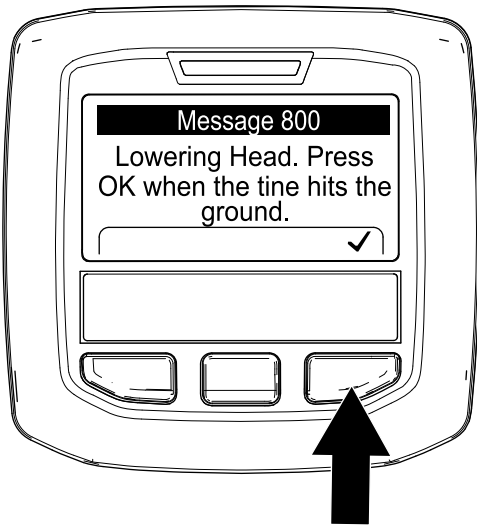

图 69
6. 当任何打孔针接触到地面时按“降低打孔头”屏幕上右侧的 InfoCenter 信息中心按钮图 69。